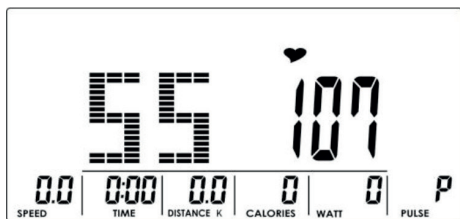
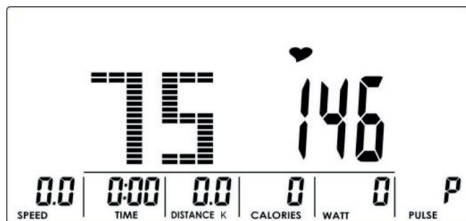
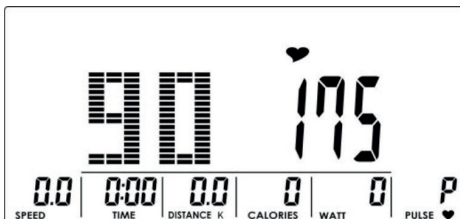
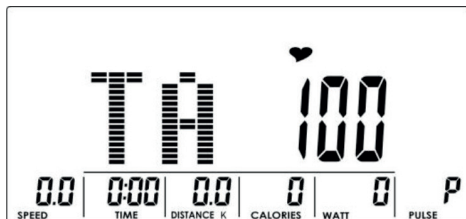

Abbildung 11
Abbildung 12
Abbildung 13
Abbildung 14
2. Drücken Sie MODE, um die Einstellungen zu bestätigen. Verwenden Sie die UP / DOWN-Tasten, um Ihren maximalen Herzfrequenzpegel auszuwählen: 55% (Abb. 11), 75% (Abb. 12), 90% (Abb. 13) oder anstatt einen Pegel auszuwählen, können Sie die Zielherzfrequenz TAG - TARGET H.R.C. / Standardwert: 100 (Abb. 14) eingeben. Wenn Sie TAG auswählen, stellen Sie den Wert mit den Tasten UP / DOWN zwischen 30 und 230 ein.